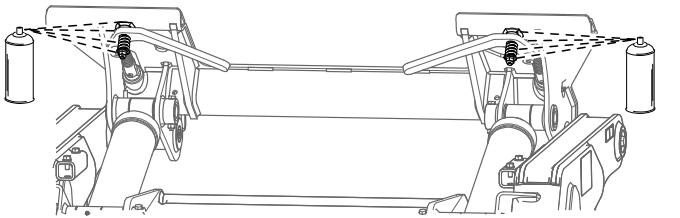

Figure 43
7. Graissez les tringles d'attache rapide avec un lubrifiant en aérosol (Figure 43).